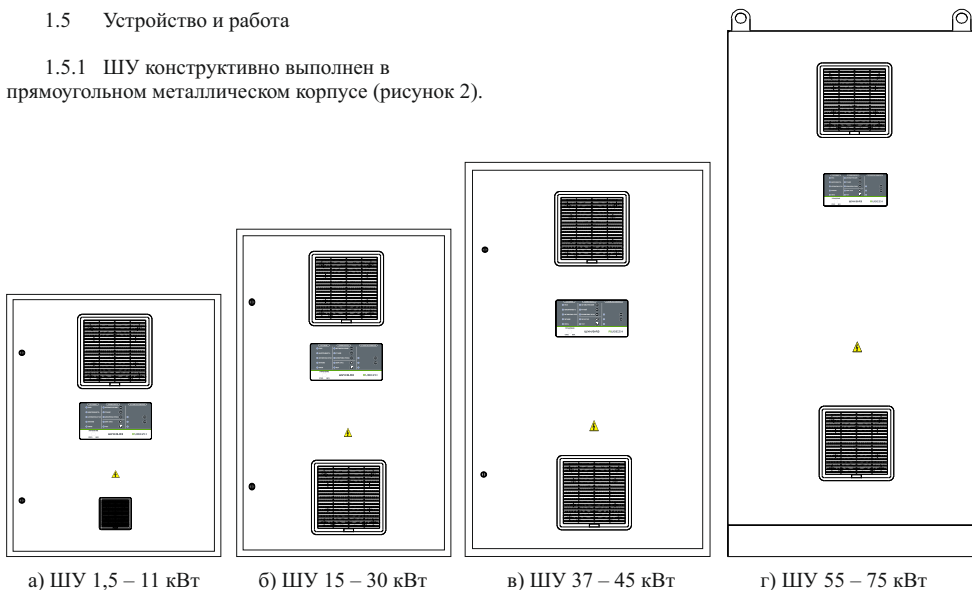

Рисунок 2 – Лицевая сторона ШУ
1.5.1 ШУ конструктивно выполнен в прямоугольном металлическом корпусе (рисунок 2).